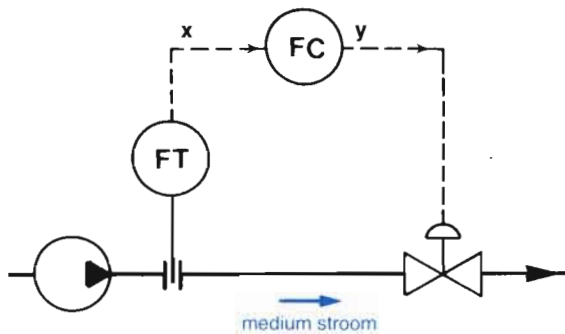

Fig. 12.1 Stroomopwaarts regelen
Beweegt men zich mee met de mediumstroming, dan ontmoet men in fig. 12.1 eerst de opnemer en daarna de regelklep.
- debiet: in fig. 12.1 wordt het debiet door een meetflens voor de regelklep gemeten. Met behulp van de flow controller FC wordt het debiet constant op de ingestelde waarde gehouden.